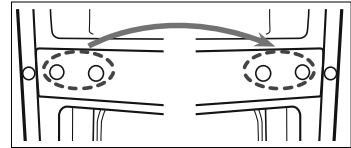

Abb. 8
- ▶ Entfernen Sie die Blindstopfen mit einem Schlitzschraubendreher und setzen Sie sie auf die gegenüberliegende Seite (siehe **Abb. 8**).